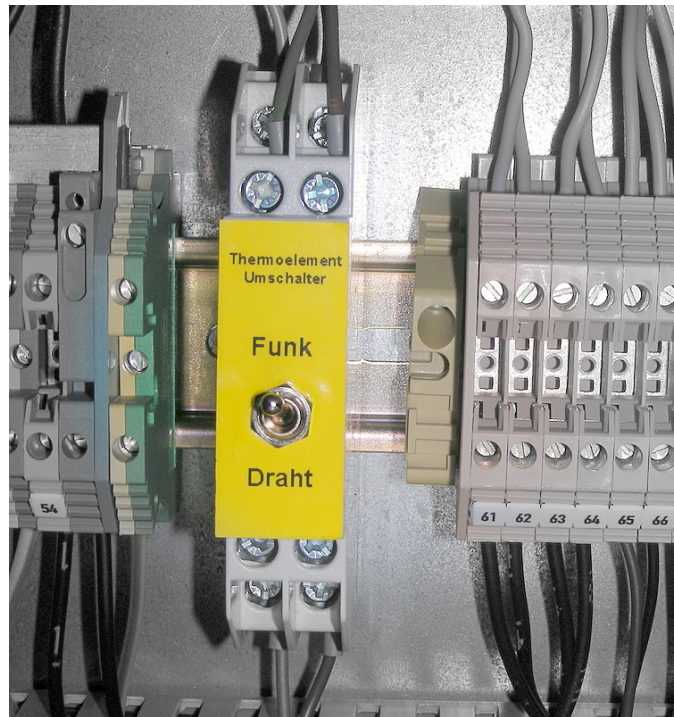

Abbildung 3: Umschalter zwischen Thermoelement und Thermosender (PUK)
- Legen Sie den Kippschalter wie in Abbildung 3 zu sehen in die entsprechende Schalterstellung.